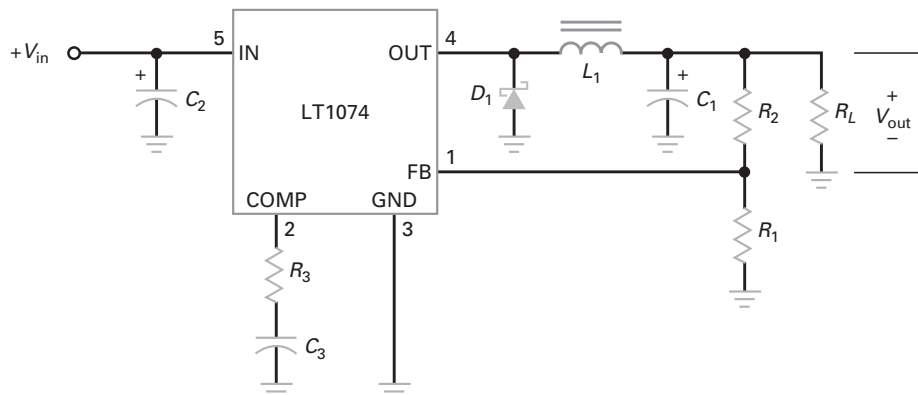

Figura 22-29 Regulador *buck* usando um LT1074.
A Figura 22-29 mostra um LT1074 conectado como um regulador *buck*. O pino 1 (FB) é para a tensão de realimentação. O pino 2 (COMP) é para compensação de frequência para evitar oscilações em altas frequências. O pino 3 (GND) é o terra. O pino 4 (OUT) é a saída chaveada do dispositivo de chaveamento interno. O pino 5 (IN) é para a tensão de entrada CC.
O LT1074 é muito usado. Uma olhada na Figura 22-29 nos dirá por quê. O circuito é incrivelmente simples, considerando que ele é um regulador chaveado, um dos circuitos mais difíceis de ser projetado e construído na forma discreta. Felizmente, os projetistas de CI fazem todo o trabalho difícil porque o LT1074 inclui tudo exceto os componentes que não podem ser integrados (indutor e capacitores de filtro) e aqueles definidos pelo usuário (R_1 e R_2). Definindo os valores para R_1 e R_2 , podemos regular a tensão de saída de cerca de 2,5 V a 38 V. Como a tensão de referência de um LT1074 é 2,21 V, a tensão de saída é dada por:
No regulador *buck* da Figura 22-29, $R_1 = 2,21 \text{ k}\Omega$ e $R_2 = 2,8 \text{ k}\Omega$. Qual é a tensão de saída? Qual tensão de entrada mínima pode ser usada para se obter a tensão de saída determinada?